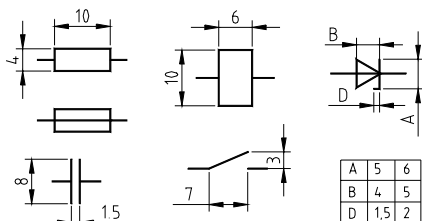

Рис. 13
*Упражнение:* выполнить в виде блоков элементы принципиальных электрических схем (рис. 13).